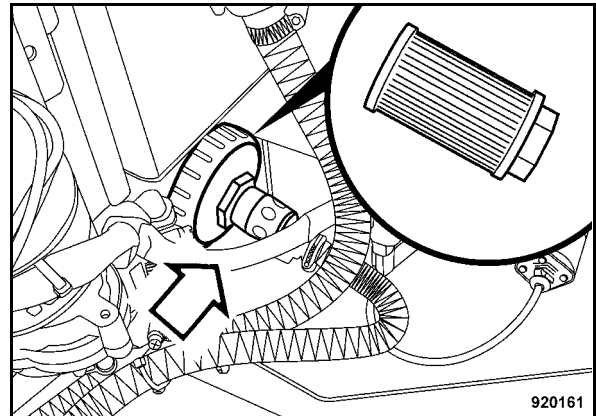

Fig. 203
- Separare il giunto a sgancio rapido (Fig. 203) del filtro dell'acqua.